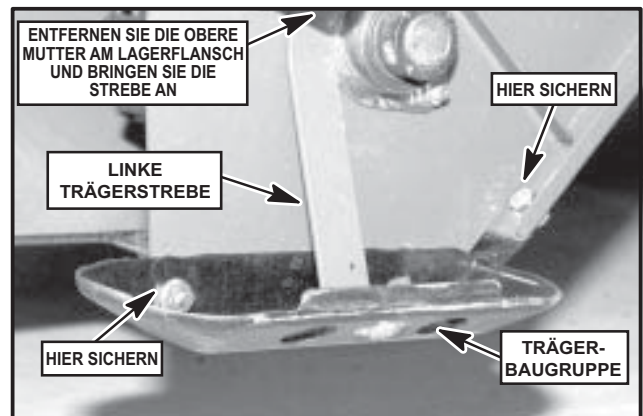
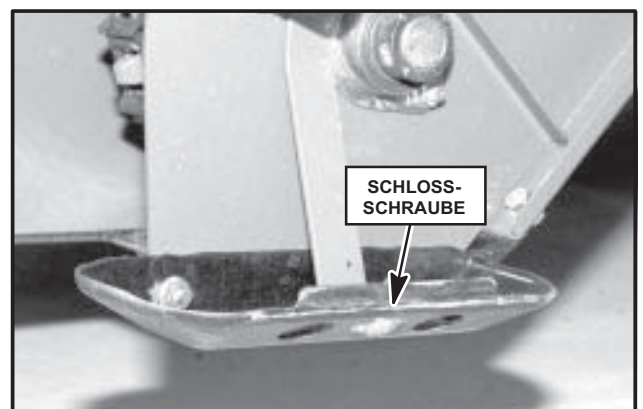

Abbildung 38
Abbildung 39
- Entnehmen Sie die zwei (2) Trägerstreben (Teilenummer 832391 für die linke Strebe und Teilenummer 832392 für die rechte Strebe) sowie die Trägerbaugruppe (Teilenummer 887963) aus dem Zubehörset.
- Entfernen Sie die Mutter von der oberen Montageöffnung des Lagers unten links an der Fördervorrichtung (siehe Abb. 38).
- Befestigen Sie die Trägerbaugruppe an der Unterseite der Fördervorrichtung mit vier (4) 5/8-18 x 5/8 Schrauben (Teilenummer 306555) und 5/8-18 Stopmmuttern (Teilenummer 548911). Ziehen Sie die Befestigungselemente jetzt noch **NICHT** zu fest an.
- Entnehmen Sie die zwei (2) 5/16-18 x 3/4 Schlossschrauben (Teilenummer 800358) und zwei (2) Stopmmuttern (Teilenummer 548911) aus dem Zubehörset.
- Führen Sie die Schlossschraube von der Unterseite des Trägers durch die Bohrung ein, wie in Abbildung 39 gezeigt wird. Sichern Sie die Verbindung mit den Stopmmuttern.
1. Anbau des Schwaders (Schneide) auf dem Führungsrohr. Schieben Sie den Schwader auf den Drehstift des Führungsrohrs wie in Abbildung 39. Sichern Sie diese Verbindung mit einem (1) Nadelstift (Teilenummer 809265) aus dem Zubehörset.